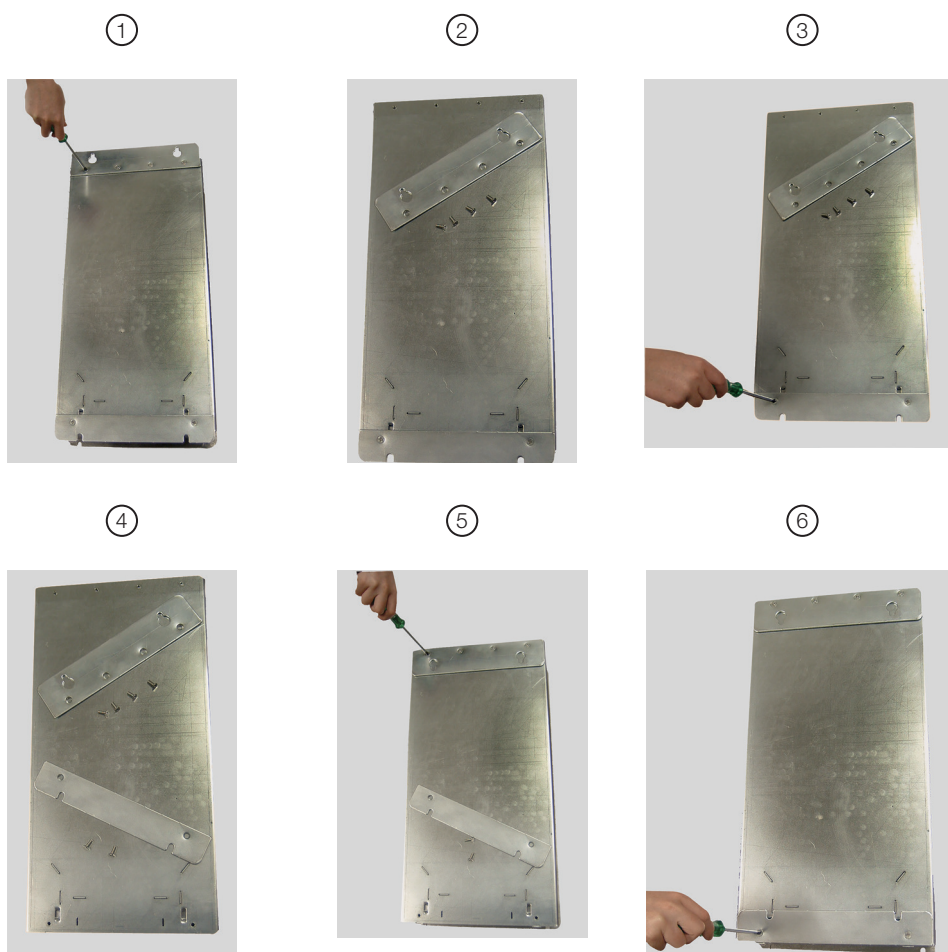
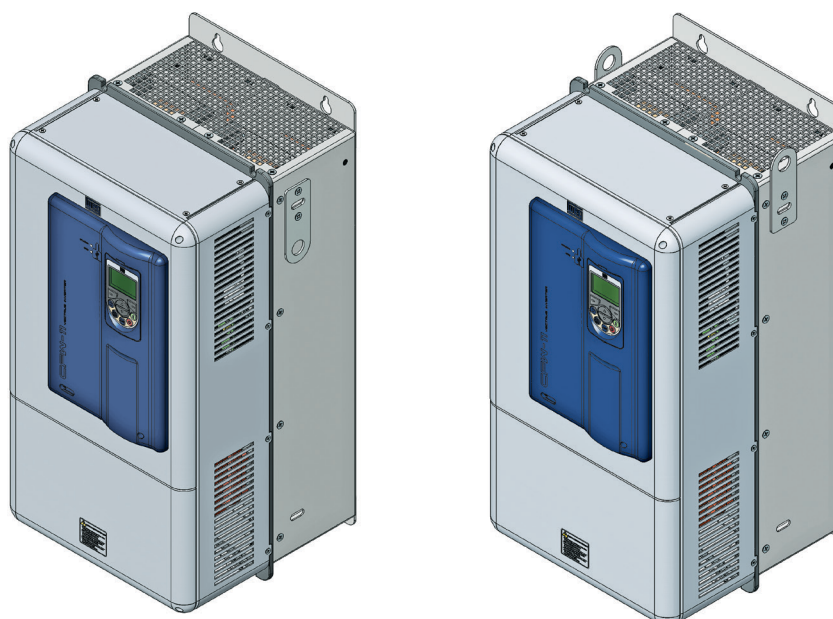

Figura 3.5: Reposicionamiento de los soportes de montaje - tamaño E
Figura 3.6: Instalación de las chapas de izamiento del convertidor tamaño E
- Los soportes de fijación (posición H de la Figura 2.2 de la página 2-5) y chapas para izamiento (posición I de la Figura 2.2 de la página 2-5) deben ser removidos y reposicionados de acuerdo con la Figura 3.5 de la página 3-8 y Figura 3.6 de la página 3-8.
Son suministradas dos chapas para el izamiento del convertidor, que son montadas en las laterales del convertidor (parte de atrás). Invertiendo sus posiciones, como es mostrado en la Figura 3.6 de la página 3-8, se obtienen dos puntos para izamiento del convertidor, que son muy útiles durante su instalación mecánica.